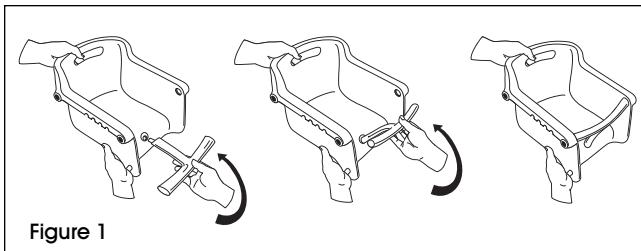

Figure 1
1. Insérez la barre transversale dans l'orifice situé à l'avant du siège. Relevez et insérez la barre transversale dans les orifices situés sur les côtés. (Voir Figure 1)